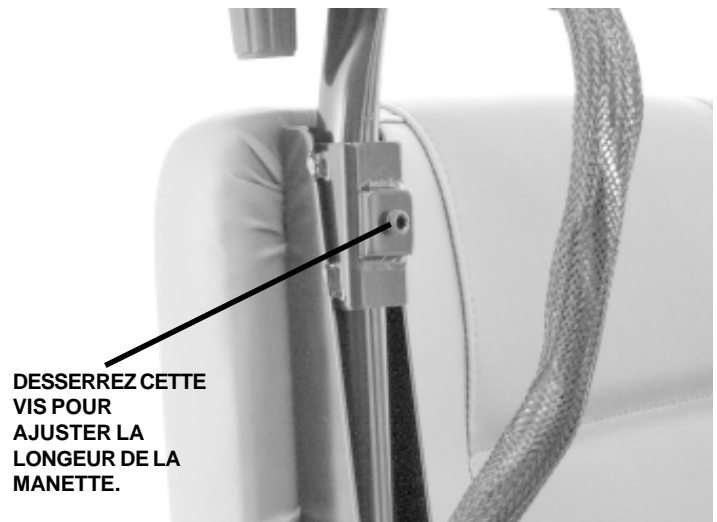

Figure 14. Ajustement de la manette
1. Utilisez une clé hexagonale de 5mm pour desserrer le boulon. Voir la figure 14.
1. Débranchez le harnais électrique. Voir la figure 14.
3. Utilisez une clé hexagonale de 5mm pour desserrer la vis de verrouillage. Voir la figure 14.